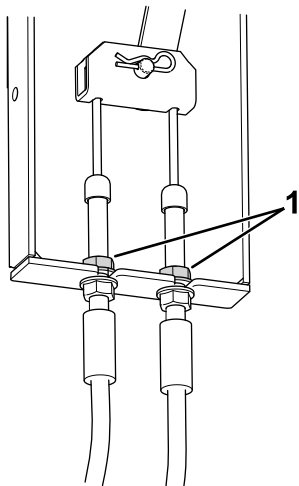

Figure 76
- Localisez le support du câble de frein (Figure 76) sous le côté gauche de la machine, près de la roue gauche.